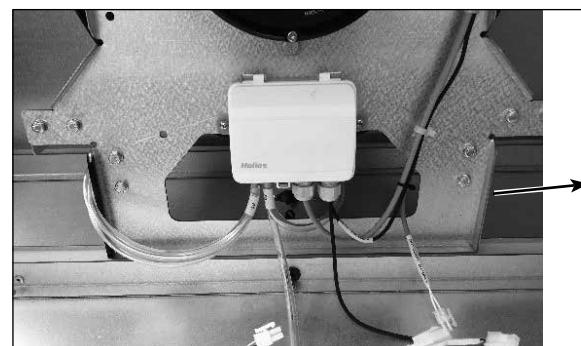

Fig. 48
2. Retirer le tube de pression (P2-) du capteur de pression (voir Fig. 48).